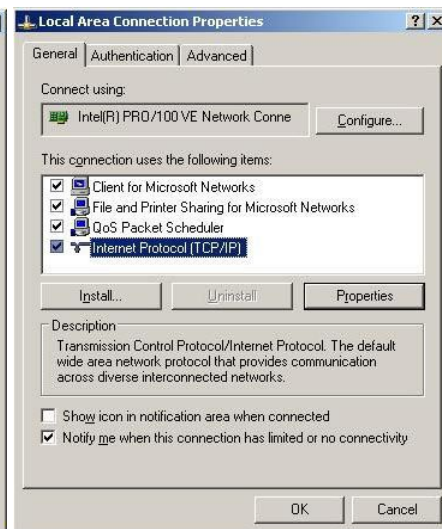

Bild 2
- Mit einem <Doppelklick> auf „Internetprotokoll“ (Bild 2) wird die Funktion gestartet.